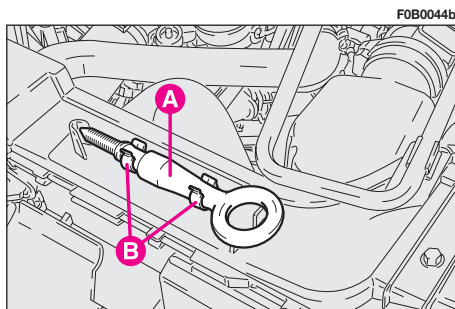

fig. 42
- prélever l'anneau pour l'ancrage **A**-fig. 42 en le dégageant des dispositifs de retenue correspondants **B**;